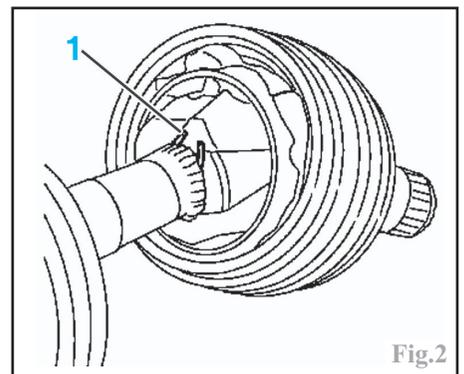

Fig.2
Nettoyer l'articulation afin que le circlip de retenue (1) soit accessible (Fig.2).